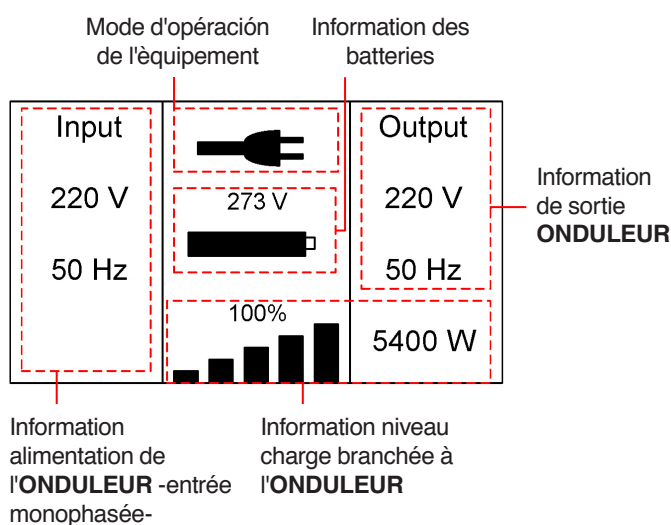
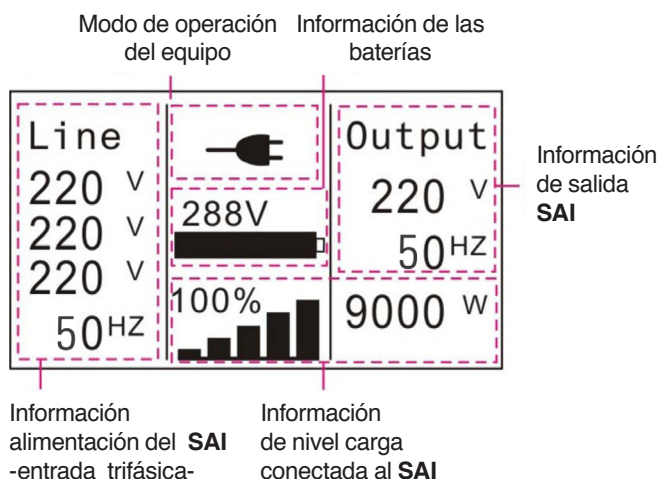

Fig. 17. Écran principal équipement entrée monophasée.
Fig. 18. Écran principal équipement entrée triphasée.
- Immédiatement après de la mise en marche, l'écran LCD montre le logo **SALICRU** pendant plusieurs seconds et, à continuation, montre l'écran principal par défaut, sur laquelle est représenté l'état de l'équipement (figures 17 et 18).
- Tous les écrans montrés dans les figures de ce chapitre sont correspondu à un équipement d'entrée triphasée. Uniquement dans la figure 17 et comme exemple comparatif avec la figure 18, on montre l'écran principal d'un équipement d'entrée monophasée et triphasée respectivement.